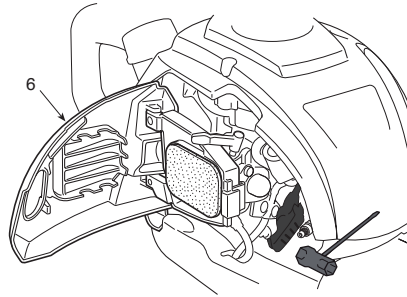

Fig. 21
- > Débranchez le connecteur de bougie [5] (Fig. 21).
- > Desserrez la bougie avec la clé pour bougie [20] dans le sens contraire aux aiguilles d'une montre, et enlevez-la en faisant attention (Fig. 21).